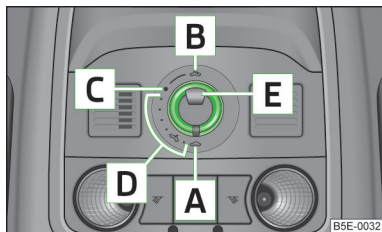

Fig. 25
- Il peut arriver que le toit ouvrant/relevable ne se fonctionne plus après un débranchement et un rebranchement de la batterie. Remplacez ensuite le sélecteur en position **A** » fig. 25 à la page 46, tirez-le et maintenez-le au niveau de l'encoche vers le bas et l'avant. Le toit ouvrant coulissant/relevable s'ouvre et se ferme au bout de 10 secondes environ. Relâcher le sélecteur seulement après.
- Faites tourner le sélecteur sur la position **C** » fig. 25.
- Faites tourner le sélecteur sur la position **A** » fig. 25.